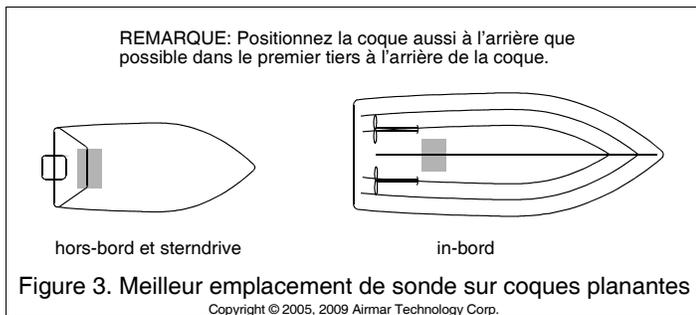

Figure 3. Meilleur emplacement de sonde sur coques planantes
- **Coque planante à moteur**— (voir Figure 3)